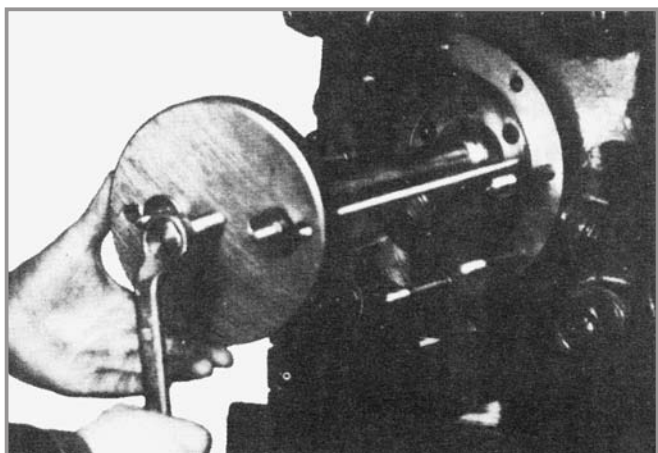

Fig. 42 - Extração do contra-disco de equilíbrio
18. Com o auxílio de um dispositivo extrair o contra-disco de equilíbrio (602) (vide Fig. 42).